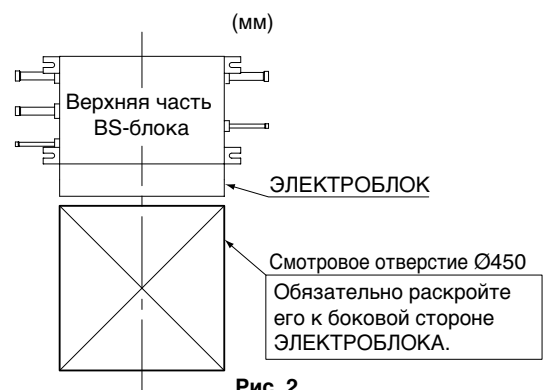

Рис. 2
- Места, в которых может быть установлено смотровое отверстие (См. рис. 2) со стороны ЭЛЕКТРОБЛОКА (см. примечание).